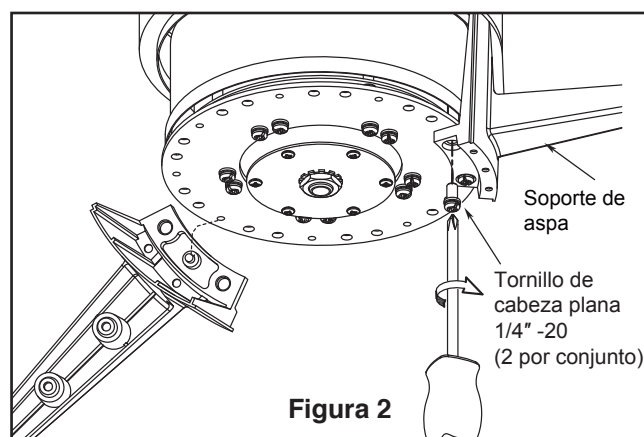

Figura 2
- ☐ 2. Extraiga los tres tornillos de la unidad de la placa de luz. Instale la ensamble de kit de luz en al unidad de la placa de luz utilizando los tornillos retirados previamente. (Figura 2)